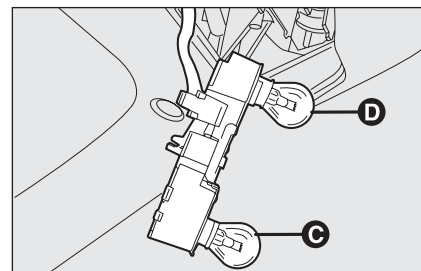

fig. 37
- rimuovere e sostituire la lampada interessata spingendola leggermente e ruotandola in senso antiorario **fig. 37**:
- rimuovere e sostituire la lampada interessata spingendola leggermente e ruotandola in senso antiorario **fig. 37**;